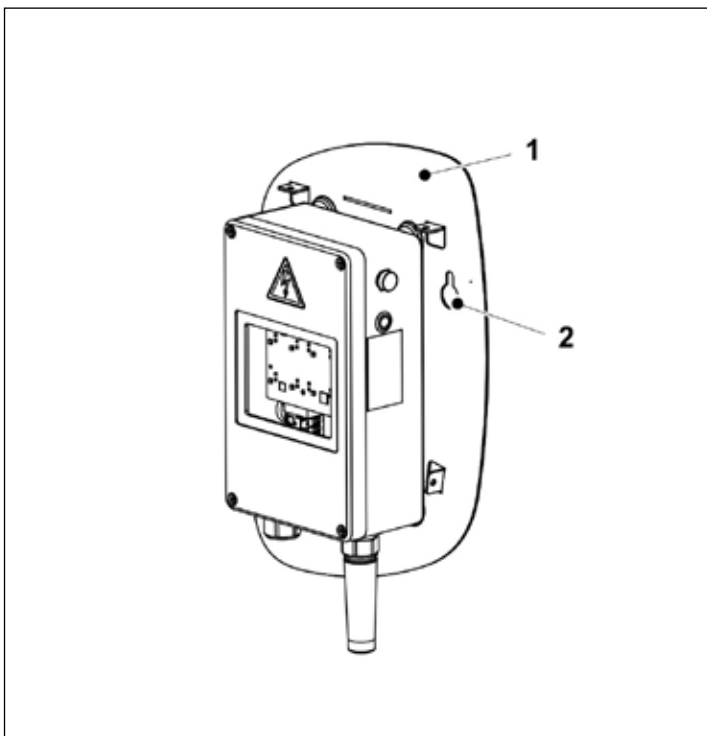

Abbildung 2: e.GO Wallbox home, Anschraubplatte
4. Anschraubplatte (Abb. 2/1) der Wallbox in die zwei oberen Befestigungsschrauben einhängen (Langlöcher Abb. 2/2).